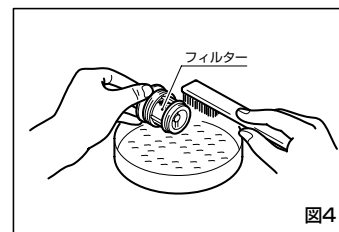

図4
- ⑤図4のように、ブラシ等でフィルター部に付着したゴミを取り除きます。
- ⑥フィルターを減圧弁に確実に取り付け、水漏れのないことを確認してください。